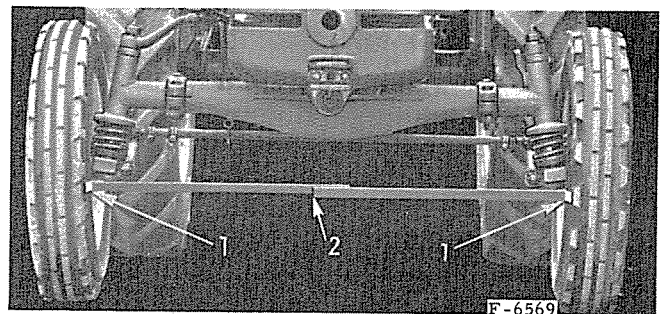

Fig. 18. — 1. Mesurez la distance à la hauteur des moyeux. - 2. Règle coulissante.
Les roues avant doivent avoir un pincement de 5 à 8 mm (3/16" à 5/16"). Mesurez la distance entre les bords extérieurs des jantes, à la hauteur des moyeux, voir (1) fig. 18. Repérez ces points à la craie et faites tourner les roues d'un demi-tour en arrière. Mesurée en ce dernier endroit, la distance, entre les repères doit être de 5 à 8 mm plus grande qu'à l'avant.